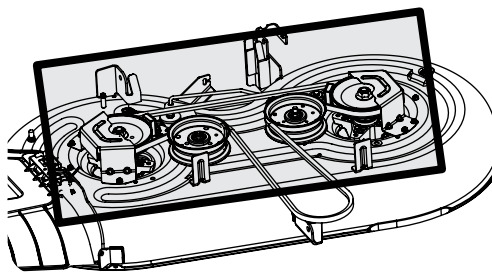

Figura 4-3
- Limpiar la parte superior de la plataforma de corte, bajo las sábanas de husillo y área de la correa. Vea la Figura 4-3.